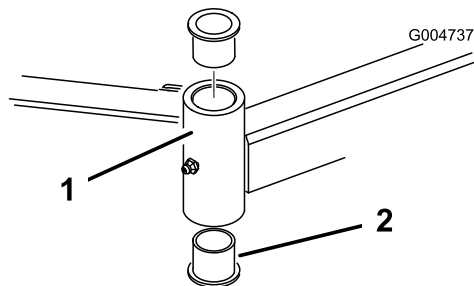

図 124
4. ピンポンチを使って、チューブの上または下からブッシュをたたき出す 図 124。